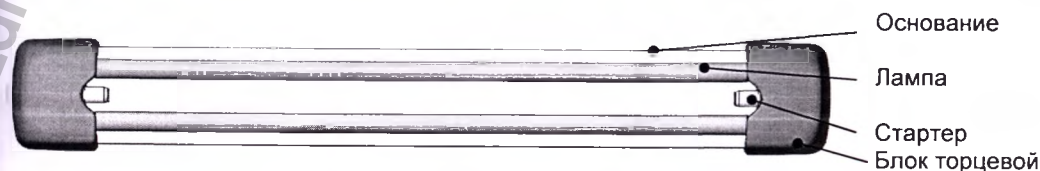

Рис.1
- 5.2. В каждом торцевом блоке установлены: электромагнитный пускорегулирующий аппарат (далее по тексту «ПРА»), 2 патрона электрических для установки и подключения ламп, стартер рис.1. В правом блоке установлена клеммная колодка для подключения жил кабеля питания, в том числе заземляющего провода стационарной проводки.